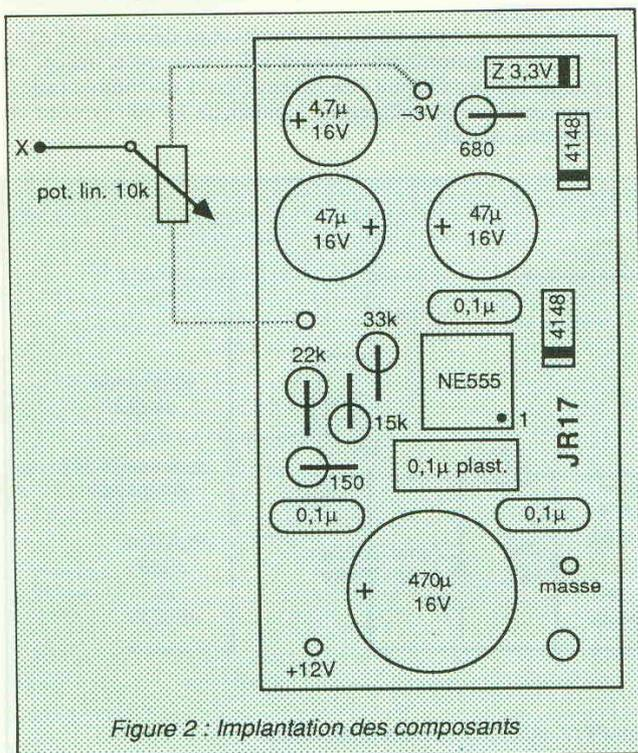

Figure 2 : Implantation des composants
- Implantation des composants figure 2.